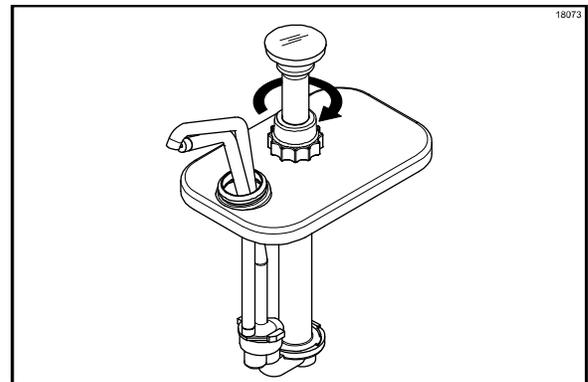

图 96
15. 沿顺时针方向转动柱塞旋钮，将其拧紧。（见图 96。）